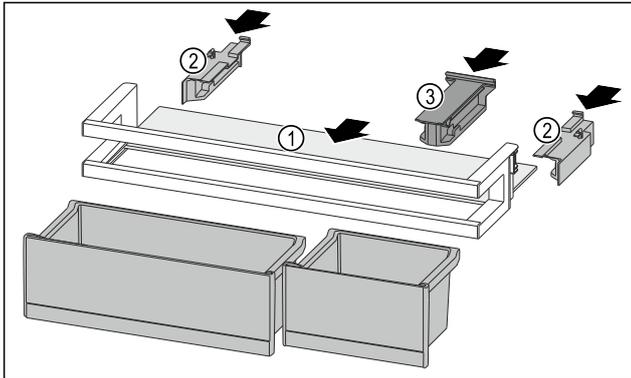

Fig. 135
- ▶ Abstellfläche Fig. 135 (1) in die seitlichen Einsparungen einschieben.
- ▶ Seitenteile Fig. 135 (2) einsetzen.
- ▶ Halteteil Fig. 135 (3) einsetzen.